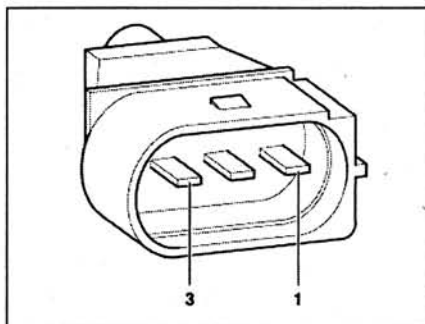

Рис. 3.67. Измерьте сопротивление между клеммами 2 и 3 разъема.
3. Измерьте сопротивление между клеммами 2 и 3 разъема проводки (рис. 3.67). **Заданное значение:** 1 кОм.